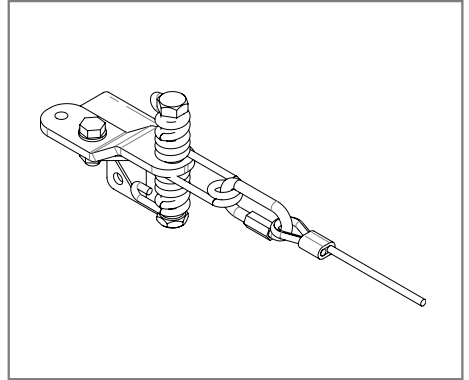

Figura 2
- Collegare un'estremità libera del cavo di acciaio al dissipatore utilizzando il connettore [Figura 2].